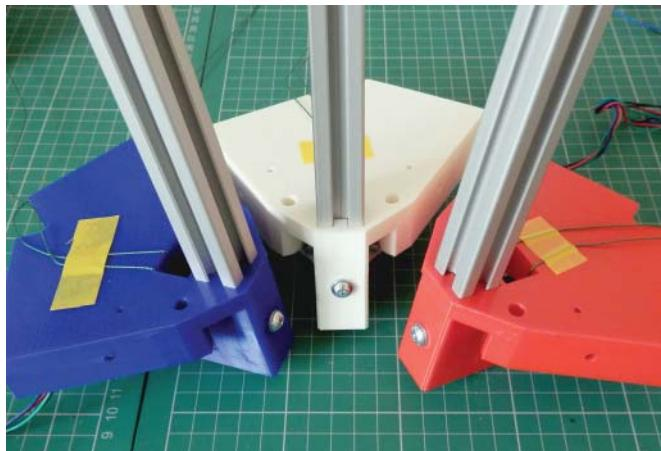

Abbildung 12.13: Drei identische 3D-gedruckte Abschnitte nehmen vertikale Aluminiumschienen auf und können verschraubt werden.
- ✓ **3D-gedruckter Rahmen (3DR) für einen Delta-Drucker:** Der 3DR-Delta-Drucker ist sehr viel kleiner als der RostockMax, denn sein Rahmen besteht hauptsächlich aus einer minimalen Menge an 3D-gedruckten Teilen, die einfach verschraubt werden (siehe Abbildung 12.13).